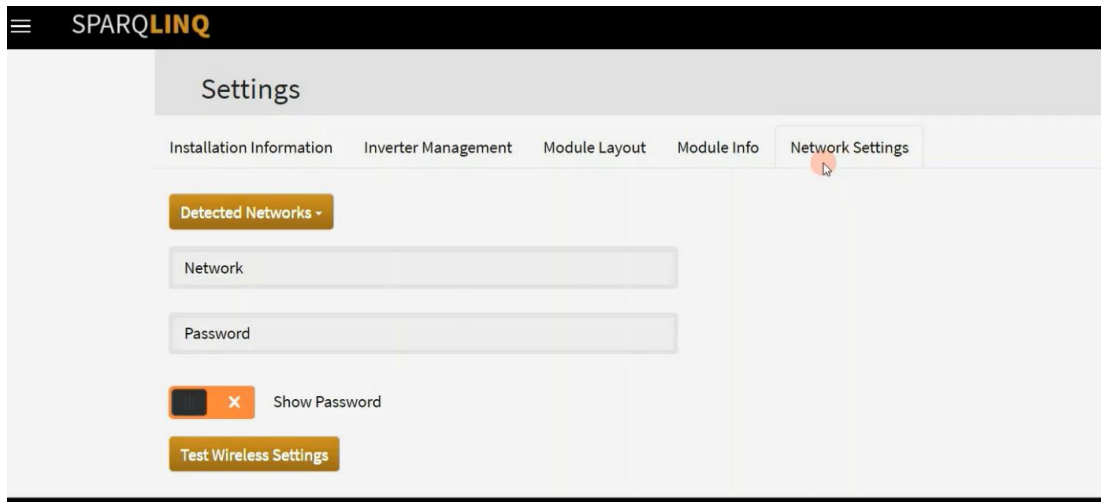

Figure 15: 网络检测
2. 在设置页面选择 "Network Settings" 菜单，如图15所示。